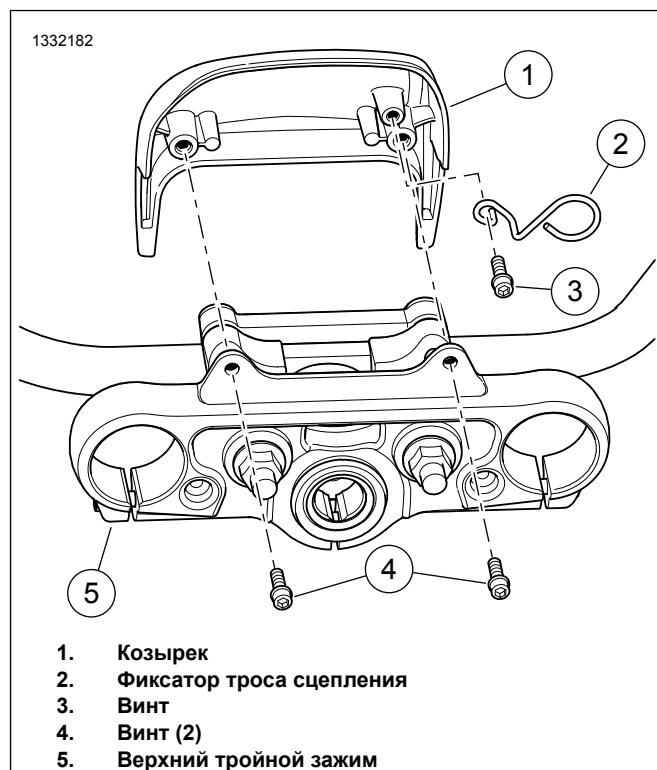

Рисунок 3. Козырек FXLR
1. Рисунок 3 Снимите винты (4) с верхнего тройной зажима (5).
2. Снимите козырек (1).
3. Снимите винт (3) и фиксатор троса сцепления OEM.
4. Установите фиксатор троса сцепления (2) из комплекта.
5. Вверните винт (3). Затяните.